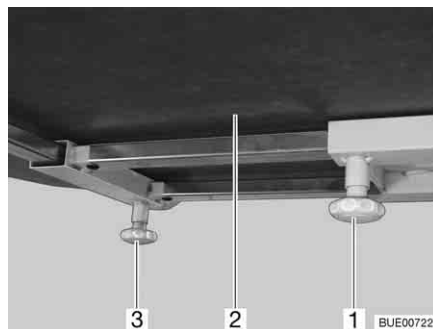

Fig. 120 Déplacer le plateau de table (alternative)
- Desserrer la vis moletée (Fig. 120,1).
- Déplacer le plateau de table (Fig. 120,2) dans la position désirée.
- Desserrer la vis moletée (Fig. 120,3).